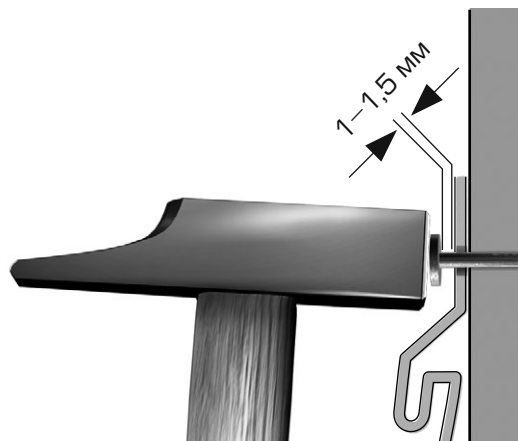

рис. 2
3. Не прибивайте сайдинг слишком плотно. Оставьте расстояние приблизительно 1-1,5 мм между верхним краем шляпки гвоздя и панелью. Это необходимо для свободного расширения-сжатия, что позволит предотвратить волновой эффект (рис. 2).